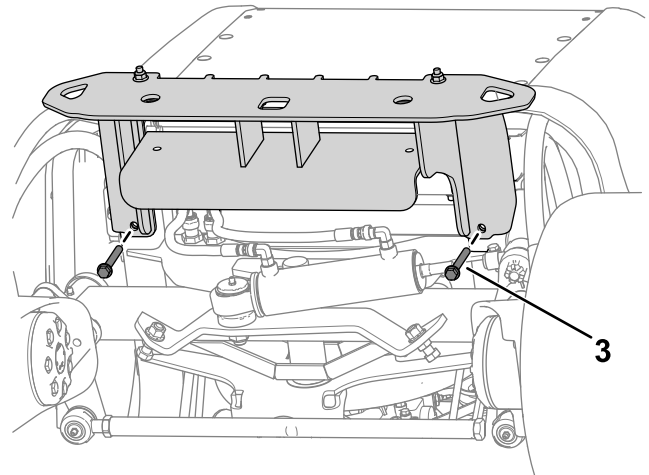

Figure 15
2. Avec 4 boulons ($\frac{3}{8}$ " x $3\frac{1}{4}$ ") et 4 écrous ($\frac{3}{8}$ "), fixez la partie supérieure du pare-chocs au cadre de la machine (Figure 15).
3. Avec 2 boulons ($\frac{3}{8}$ " x $2\frac{3}{4}$ ") et 2 écrous ($\frac{3}{8}$ "), fixez le pare-chocs sous le cadre de la machine (Figure 15).